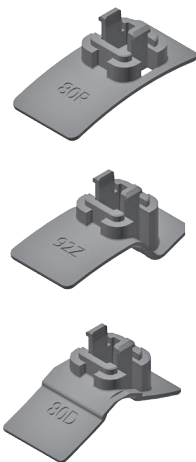
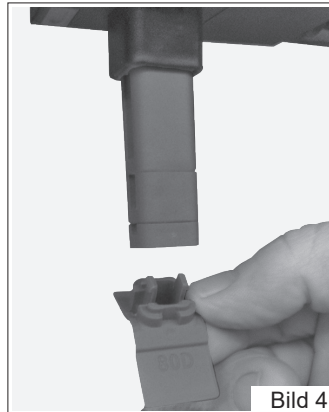

Bild 6
Bild 4
- 10.2.3 Klipsen Sie den Teil mit der Lamellenform ab und die entsprechenden Verlängerungen auf (verfügbar mit 24 mm, 12 mm, 6 mm). Danach auch den Formteil wieder aufklipsen (Bild 4). Die Formteile sind mit „80R“, „80D“, „92Z“ beschriftet. Die Beschriftung bzw. der längere Schenkel des Formteiles muss in Richtung außen (Straßenseite) zeigen (Bild 6).
- 10.2.5 Der Teil mit der Lamellenform (Bild 6) darf nicht gänzlich entfernt werden, da kein oberer Endpunkt am Motor eingestellt ist.